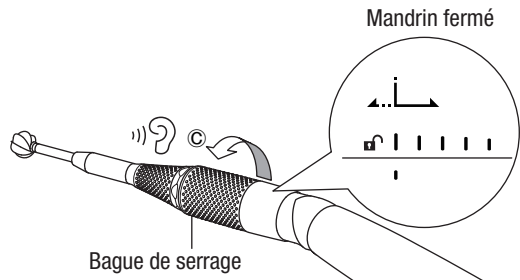

Fig.4
- 2** Tournez la bague de serrage vers © jusqu'à entendre un déclic pour fixer le Cutting Accessory (Fig.4).